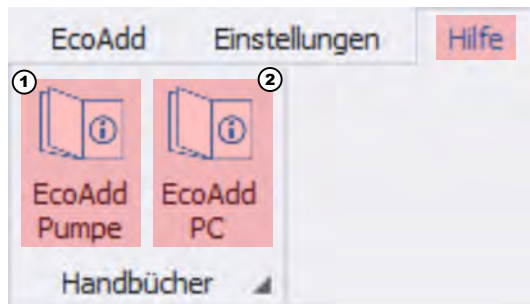

Abb. 61: Auswahl: Hilfe
⇒ Das Menü [Hilfe] Abb. 61 wird geöffnet.
2. ➤ Wenn Sie die Betriebsanleitung der **EcoAdd Dosierpumpe (417102276)** öffnen wollen, wählen Sie [EcoAdd Pumpe] Abb. 61, Pos 1, aus.
3. ➤ Wenn Sie das Softwarehandbuch des **EcoAdd PC-Programms (417102297)** öffnen wollen, wählen Sie [EcoAdd PC] Abb. 61, Pos 2, aus.